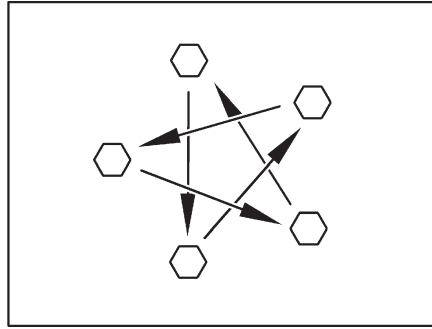

Fig. 306 Apretar las tuercas o los tornillos de las ruedas en forma de cruz
- Comprobar periódicamente que las tuercas o tornillos de las ruedas estén firmemente apretados. Reajustar en forma de cruz (Fig. 306) las tuercas o tornillos después de cambiar una rueda, al cabo de 50 km.
- ▶ Apretar en forma de cruz las tuercas o los tornillos de las ruedas (Fig. 306).